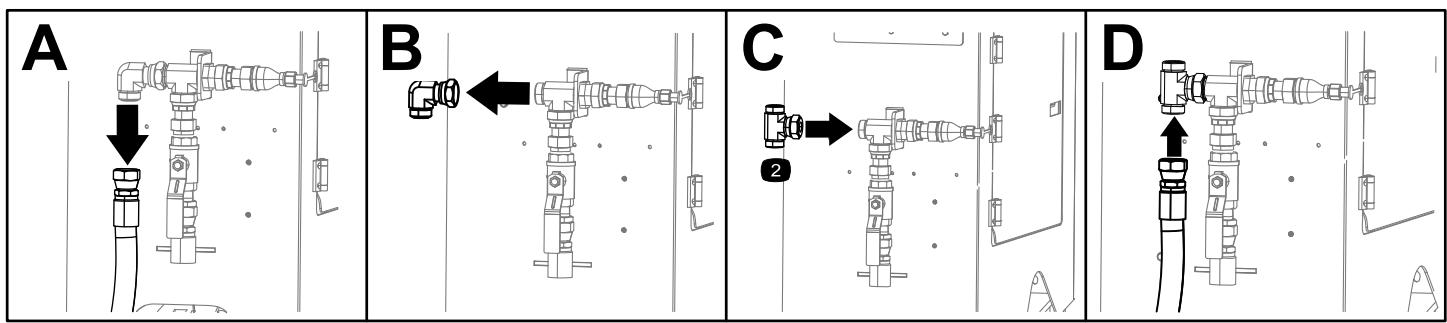

Bild 4
1. Entfernen Sie den Schlauch vom Anschlussstück an der hinteren Steuerungsaufhängung (A in Bild 4).
2. Entfernen Sie das Anschlussstück von der hinteren Steuerungsaufhängung und bewahren sie auf (B in Bild 4).
3. Befestigen Sie das T-Anschlussstück an der hinteren Steuerungsaufhängung (C in Bild 4) und ziehen Sie das Anschlussstück mit 301-336 N·m an.
4. Befestigen Sie den Schlauch am T-Anschlussstück (D in Bild 4).
5. Befestigen Sie das Anschlussstück (A in Bild 5), das Sie in Schritt 2 entfernt haben (in B in Bild 4 abgebildet).